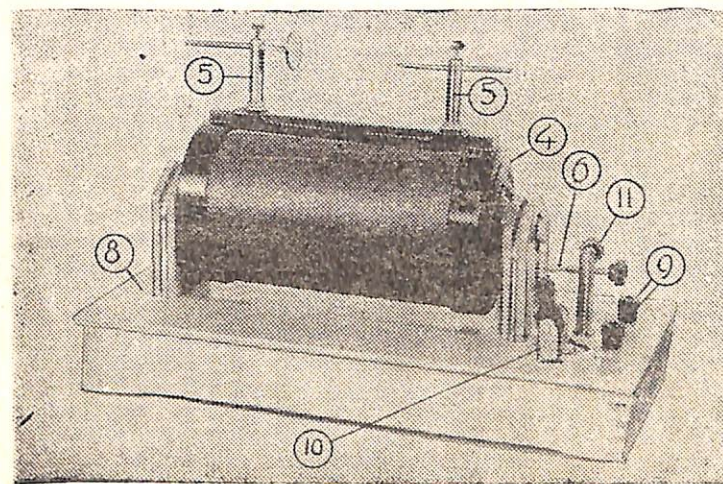

Рис. 1
Прибор (рис. 1, 2 и 3) представляет собой трансформатор с разомкнутой магнитной цепью и состоит из следующих частей: сердечника (1), собранного из полосок трансформаторно-